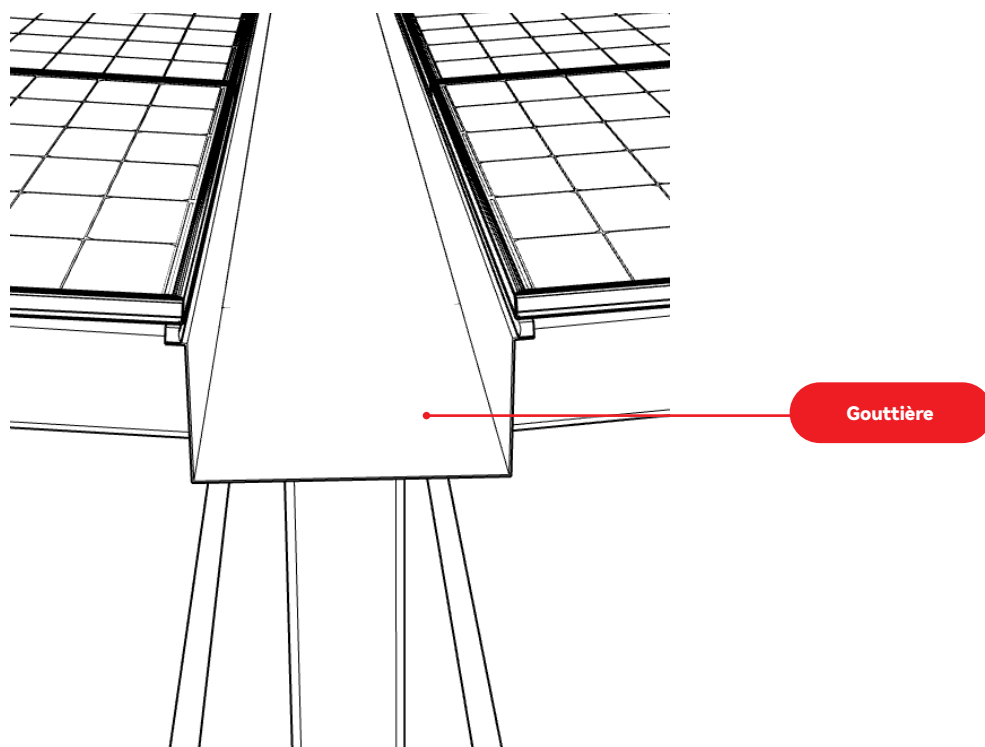

FIGURE 26
⑱ Installez la gouttière sur le faîtage (Figure 26).